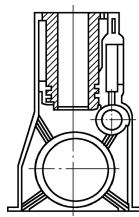

图 1-34 隧道式气缸体
- 3) 隧道式气缸体曲轴的主轴承孔为整体式, 采用滚动轴承, 主轴承孔较大, 曲轴从气缸体后部装入, 如图 1-34 所示。